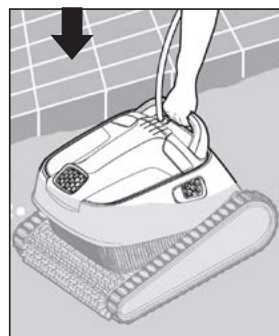

Figura 5
2. Asegúrese de que la fuente de alimentación se encuentre a 13 m (10 pies) como mínimo del borde de la piscina. **Figura 5**.